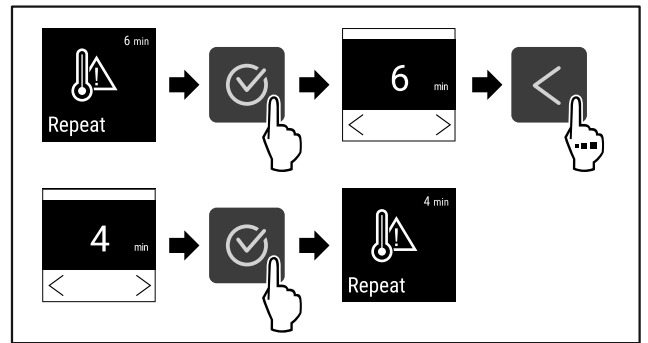

Fig. 101
- ▶ Handlungsschritte (siehe Fig. 101) durchführen.